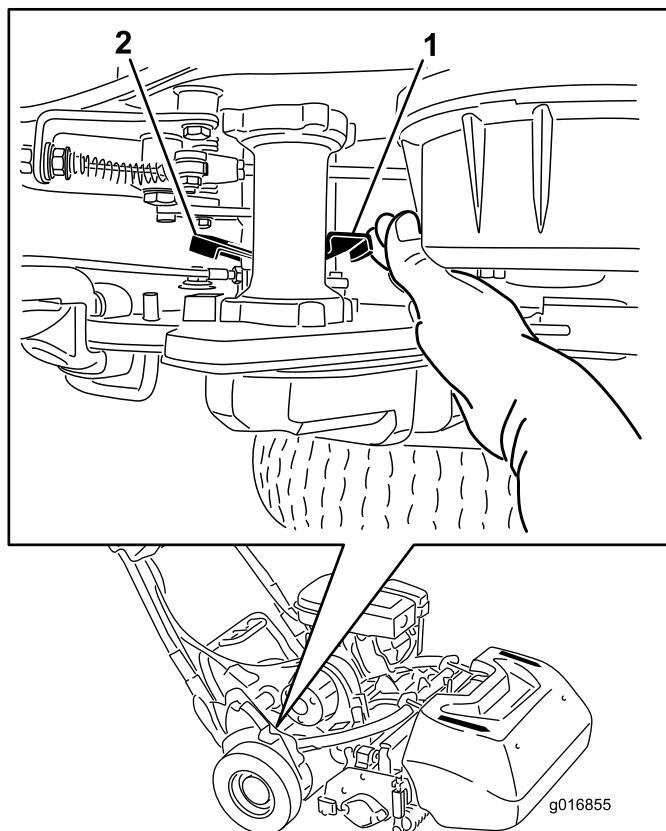

Figura 29
1. Sull'angolo posteriore destro della macchina, individuate la leva di innesto/disinnesto della trazione, vicino al tamburo di alloggiamento della trasmissione (Figura 29).